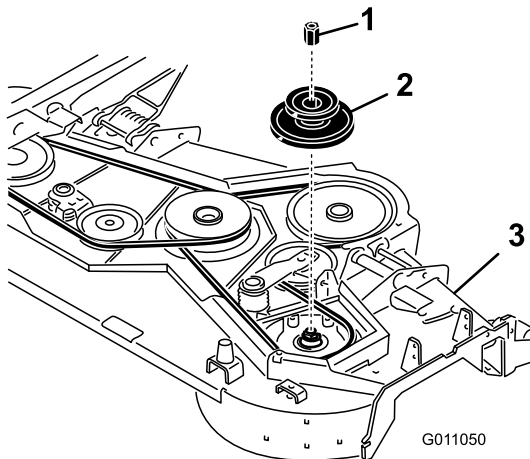

Figura 3
6. Installate la nuova puleggia doppia sul fusello e fissatela con il nuovo dado della puleggia (Figura 3). Serrate il dado a 176–203 N m.
4. Inserite un blocco sotto il fusello della lama destra sotto il piatto di taglio prima di rimuovere la puleggia destra del piatto di taglio (Figura 3). In tal modo si eviterà che i componenti del fusello cadano quando viene rimosso il dado della puleggia.
5. Togliete il dado della puleggia esistente, e la puleggia (Figura 3). Conservate la puleggia e il dado per eventuali utilizzi futuri.